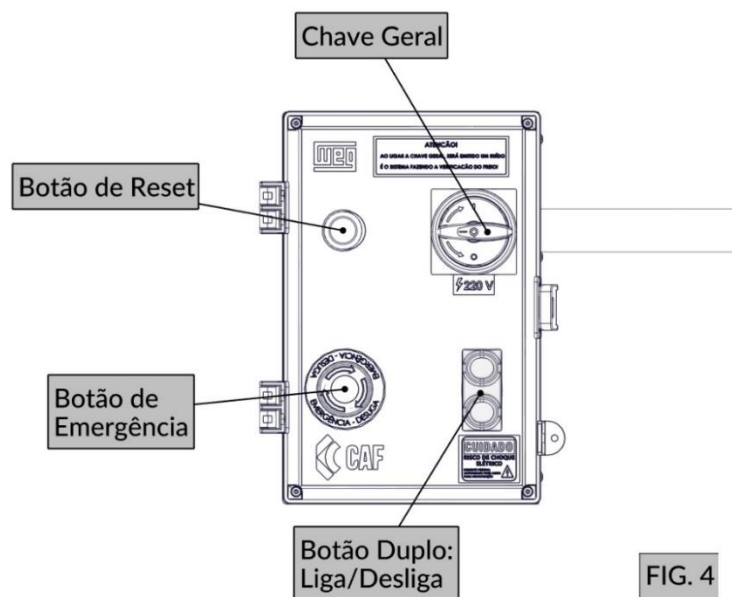

FIG. 4
Todos os sistemas listados acima estão localizados no painel de comando (FIG. 4) da Serra-Fita.
2. Ligue a chave geral (FIG. 4);
3. Verifique se o botão de emergência (FIG. 4) está destravado;
4. Pressione o botão de reset (FIG. 4) para liberar o acionamento da máquina.
1. Com a máquina devidamente montada, higienizada e energizada, aperte o botão liga/desliga (FIG. 4) para realizar o acionamento da máquina.
- Desligue a Chave Geral (FIG. 4).